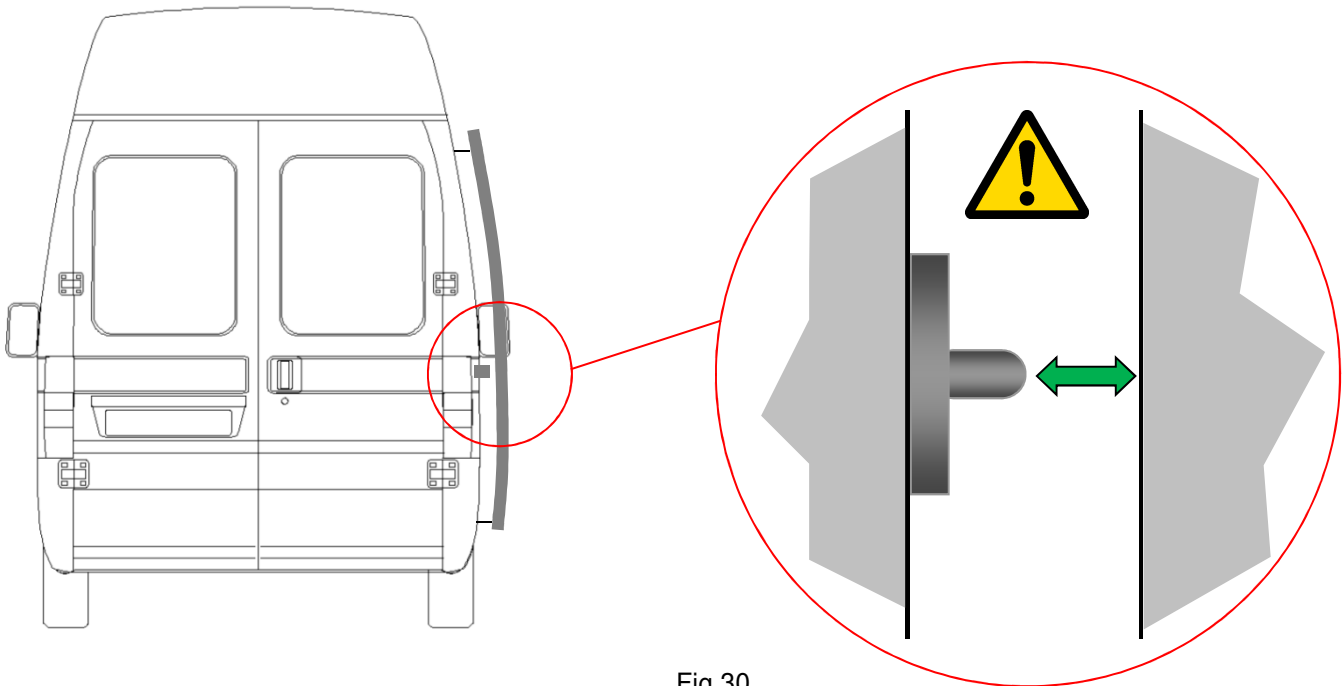

Fig.30
**Verificare in particolare che il riscontro non interferisca con il portellone durante lo scorrimento in apertura (fig.30).**